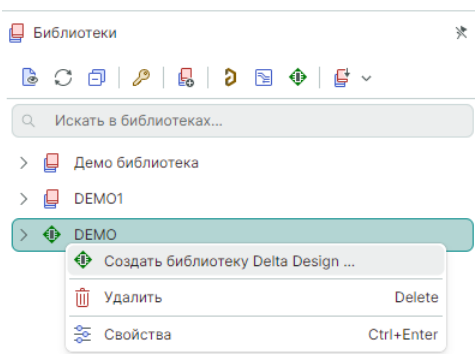

Рис. 6 Создание библиотеки Delta Design
2. Выберите «Создать библиотеку Delta Design...», см. Рис. 6.